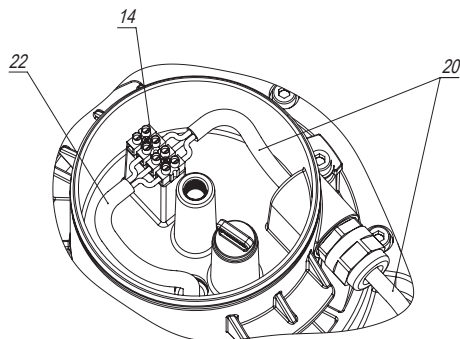

Рисунок 7
Кабель от насоса (22) и сетевой кабель (20) подключаются в клеммную колодку (14) (рисунок 7).